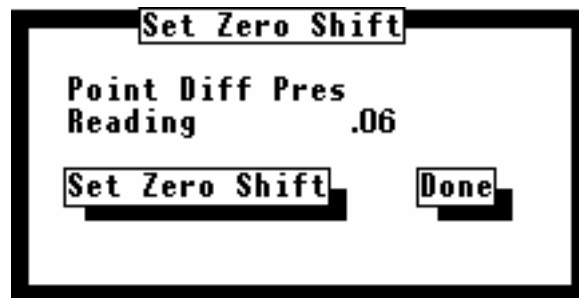

Figura 3.15. Caixa de Diálogo de Turno Zero
16. Ou volte ao passo 10 para calibrar outro dado ou proceda o passo 17, a menos que você somente tenha calibrado a Pressão Diferencial, e você queira zerar o efeito de pressão estática para a entrada de Pressão Diferencial. Nesse caso, pressione **Turno Zero**. Observe a figura 3.15 e a Seção 3.3.5, Desempenhando Turno Zero, na página 3-20 ou pressione o botão **Feito** quando tenha terminado o Turno Zero.